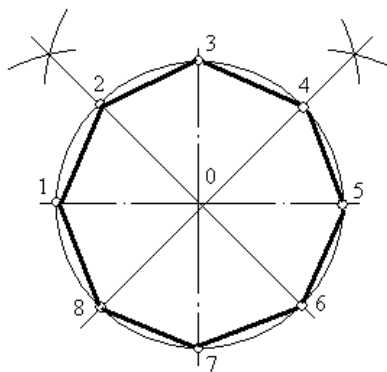

Рис. 4. Деление окружности на восемь равных частей.
2. Деление окружности на восемь равных частей и построение правильного вписанного восьмиугольника. Деление окружности на восемь равных частей можно выполнить циркулем. Для этого из точек 1 и 3 (точки пересечения центровых линий с окружностью) произвольным радиусом делаются засечки до взаимного пересечения, тем же радиусом делают две засечки из точек 3 и 5 (рис. 4). Через точки пересечения засечек и центр окружности проводят прямые линии до пересечения с окружностью в точках 2, 4, 6, 8.